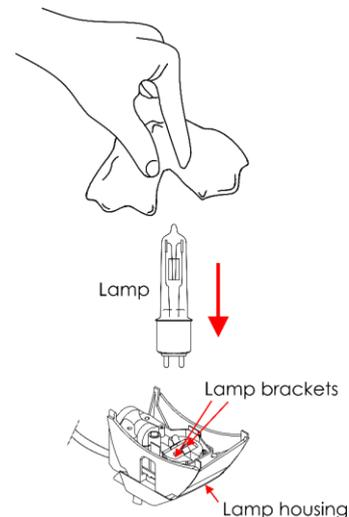

Abb. 05
- 04) Befestigen Sie die Lampe zwischen den beiden Lampenhalterungen (Abb. 05).